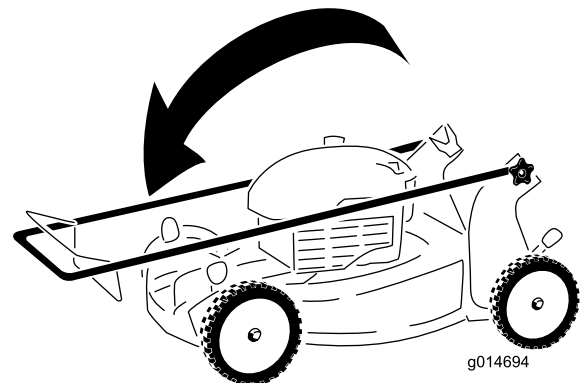

Bild 27
2. Klappen Sie den oberen Griff nach vorne, siehe Bild 27.